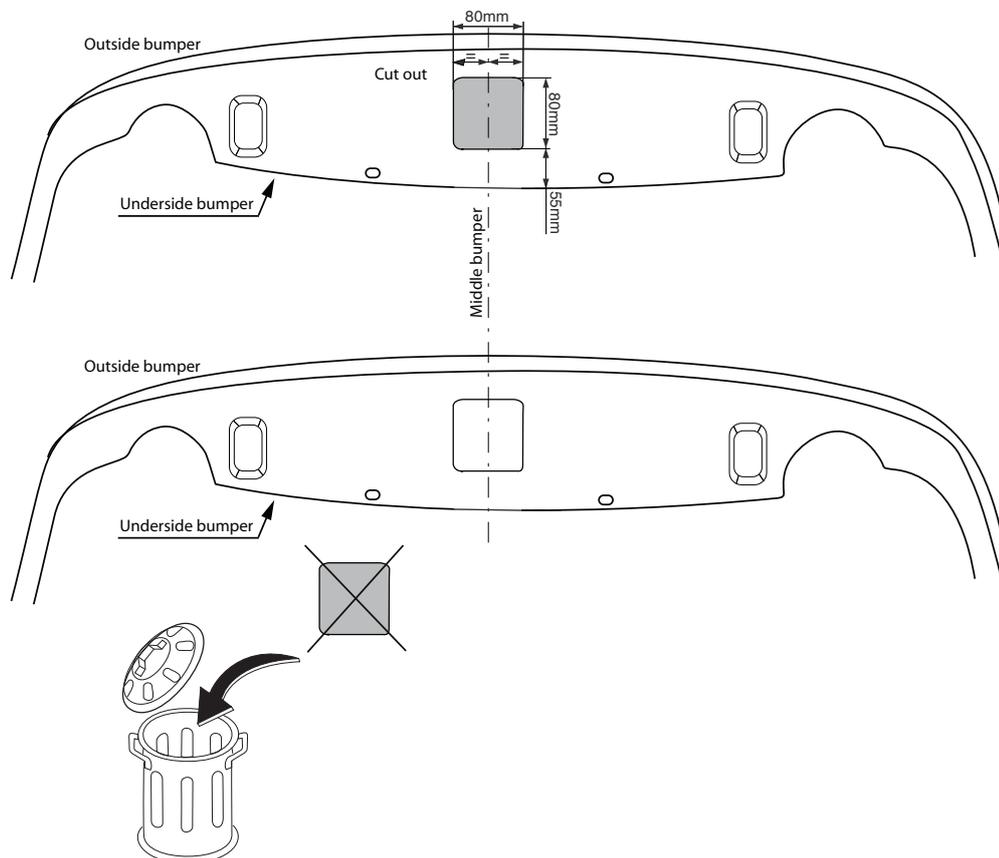

Fig. 2
7. Scier au centre de la partie inférieure du pare-chocs une partie correspondant à la figure 2.
7. Sav en del ud af kotangere midt på undersiden jf. fig. 2.
7. Выпилить часть из бампера в середине снизу, как указано на рис.2.